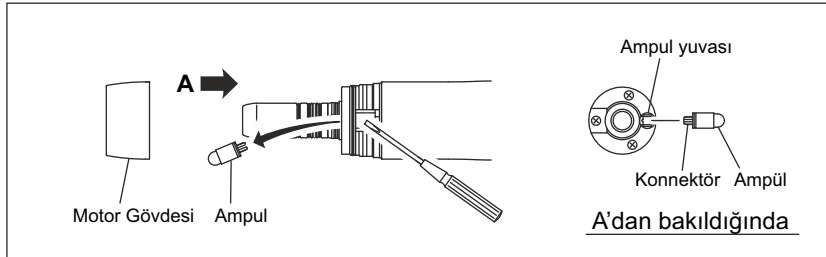

Fig. 7
- (2) Ampul değişimi
- ① Motordan gövde kapağını sökünüz ve eski ampülü ince uçlu tornavida kullanarak Fig. 7 deki gibi sökünüz.
- ② Yeni ampülü yuvası ile hizalayarak güvenli bir şekilde itiniz. gövde kapağını motora tekrar takınız.